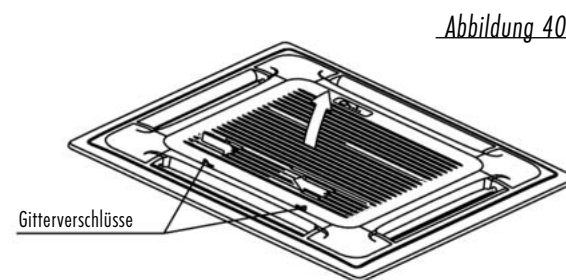

Abbildung 40
- Schieben Sie die beiden Gitterverschlüsse gleichzeitig zur Mitte und ziehen Sie sie dann nach oben. (Siehe Abb. 40)